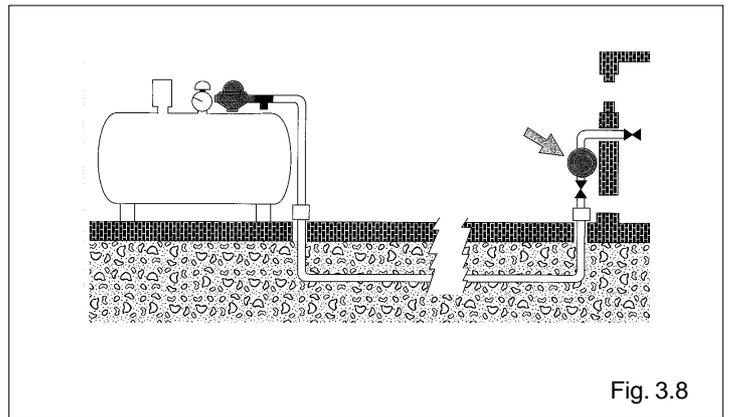

Fig. 3.8
- Actuar en el regulador de presión de la alimentación GPL hasta que en el manómetro se visualicen los siguientes valores (fig. 3.8):